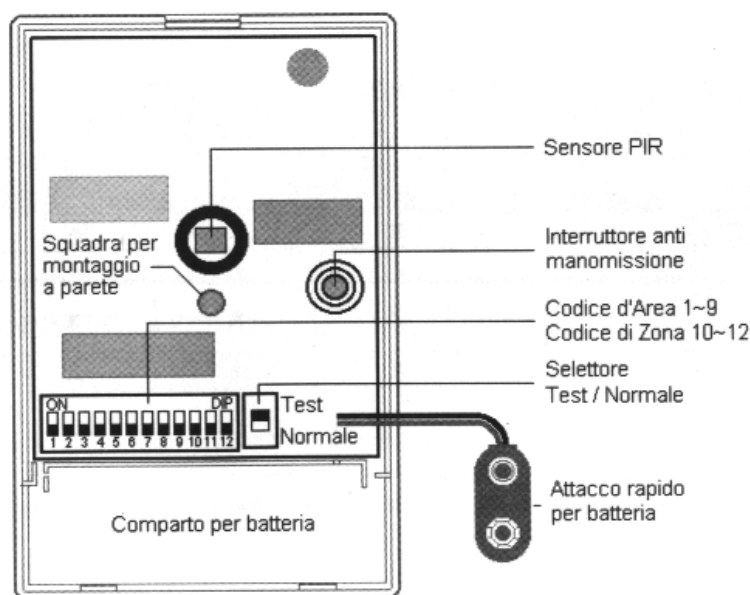

Fig. 6
2. Controllare che l'interruttore a scorrimento sia posizionato su Test (Fig. 6).